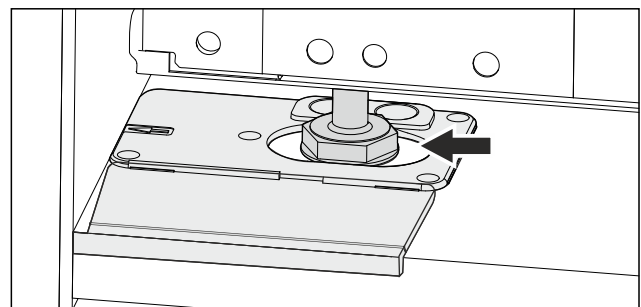

Fig. 47
- Вирівняйте пристрій з допомогою ніжок. Fig. 47 ()